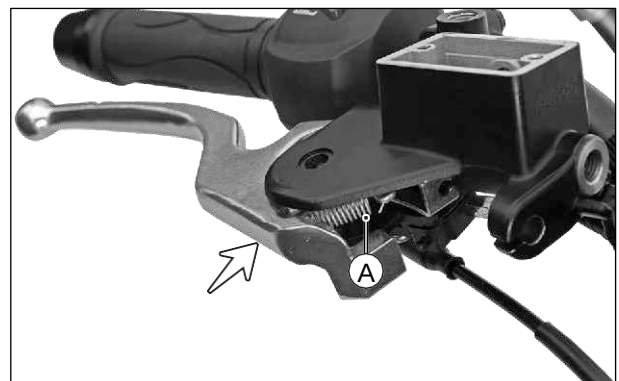

Fig. 6.41
- Desacople la leva del freno y retire el resorte (A) cuidadosamente (Si aplica, sistema SBT). (Fig. 6.41)